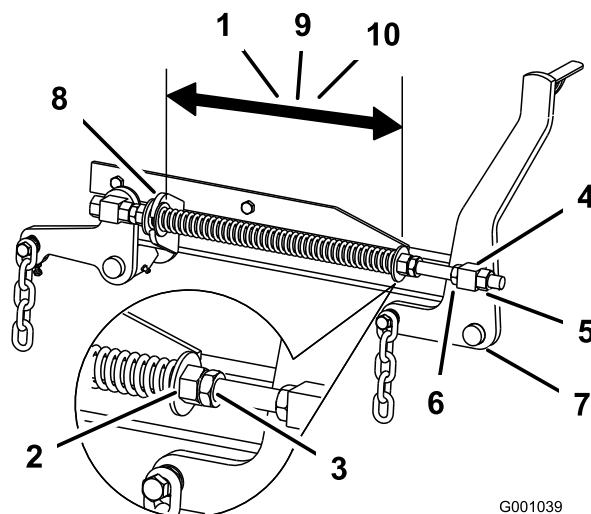

Figure 82
coupe de 60 pouces, ou de 29,2 cm (11,5") pour les tabliers de coupe de 72 pouces (Figure 82).
3. Réglez cette distance en desserrant l'écrou de blocage du ressort et en tournant l'écrou devant chaque ressort (Figure 82). Tournez l'écrou dans le sens horaire pour raccourcir le ressort, et dans le sens inverse pour l'allonger.
4. Bloquez l'écrou en position en serrant l'écrou de blocage du ressort (Figure 82).